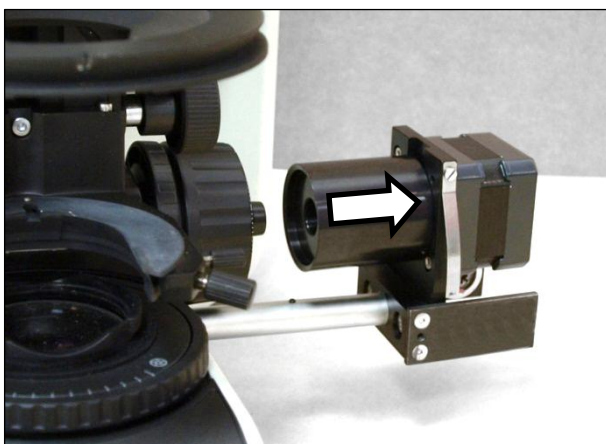

Abb. 6
- ▶ Setzen Sie die Montagehilfe (4) in die Motoreinheit ein, wie in Abb. 6 dargestellt.